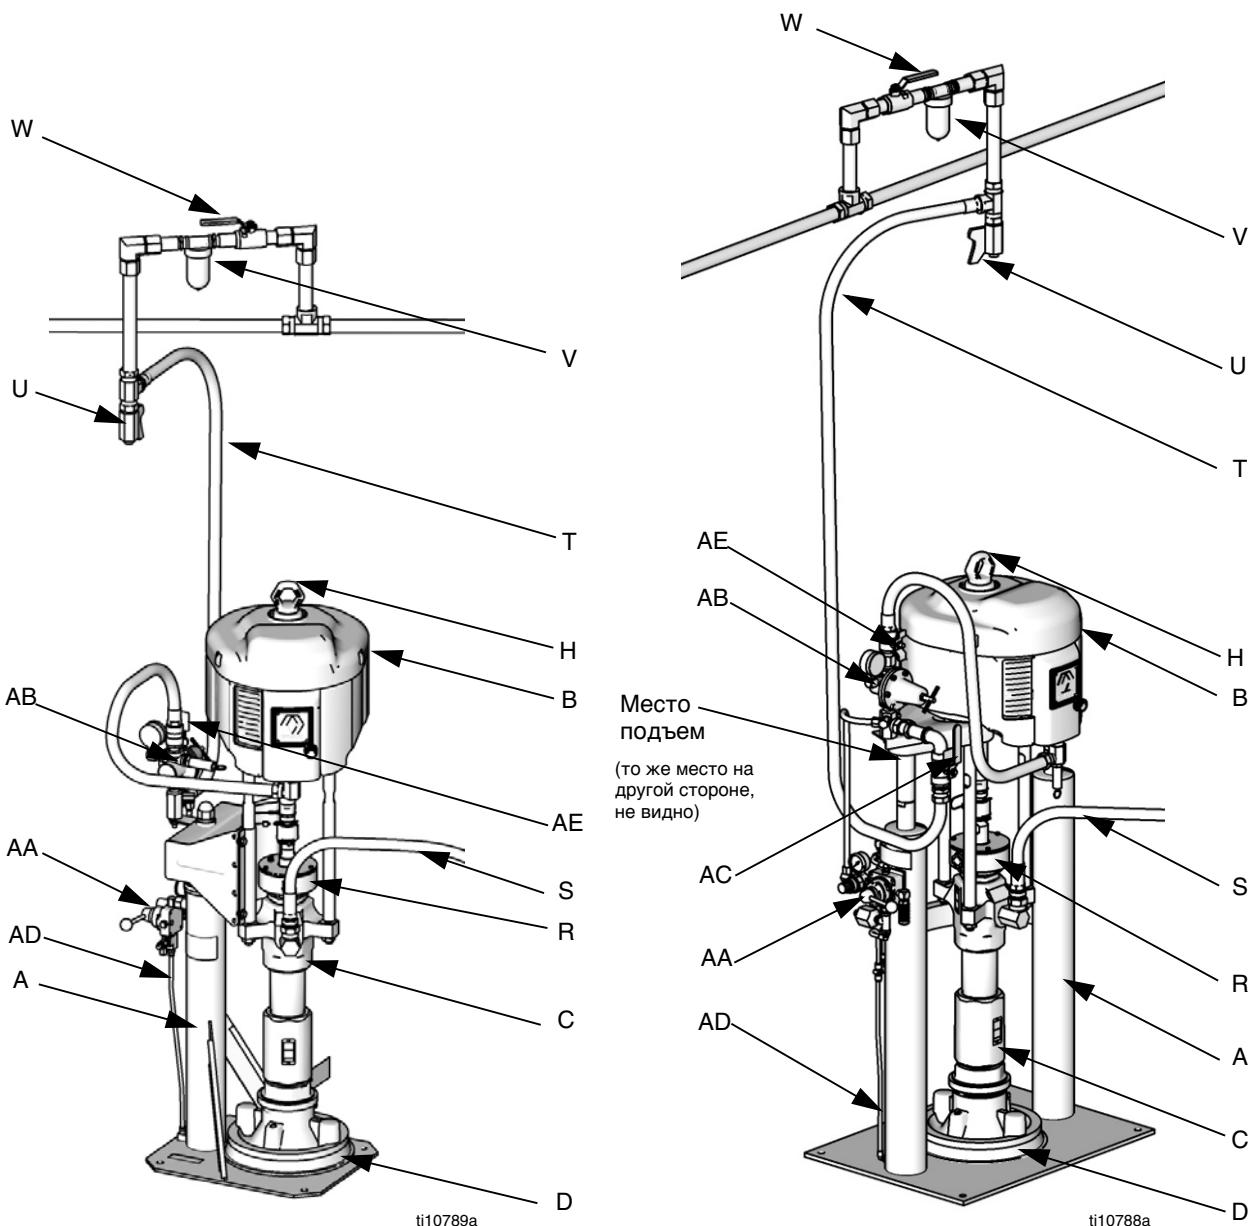
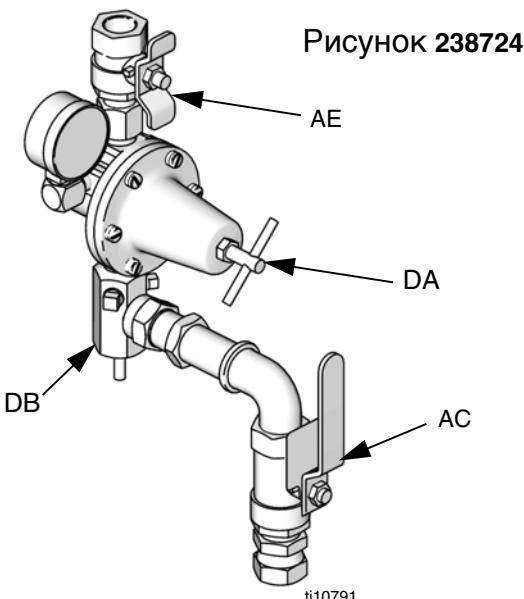
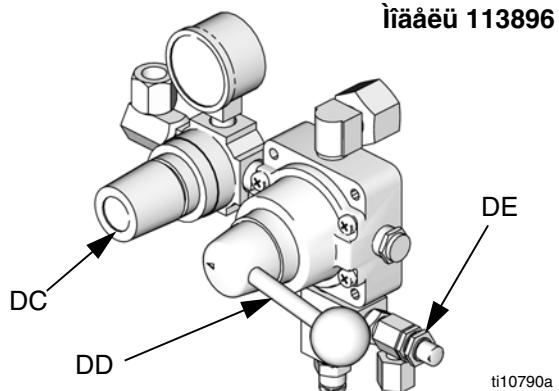

Рис. 5
Рис. 6. Узел регулятора потока воздуха
Рис. 7. Узел пневмоуправления плунжера
См. Рис. 5, Рис. 6 и Рис. 7.
См. Рис. 5.
Стандартные пневматические элементы управления: См. Рис. 5 и Рис. 6. Закройте клапан пневмодвигателя (AE) и главный воздушный клапан (AC).